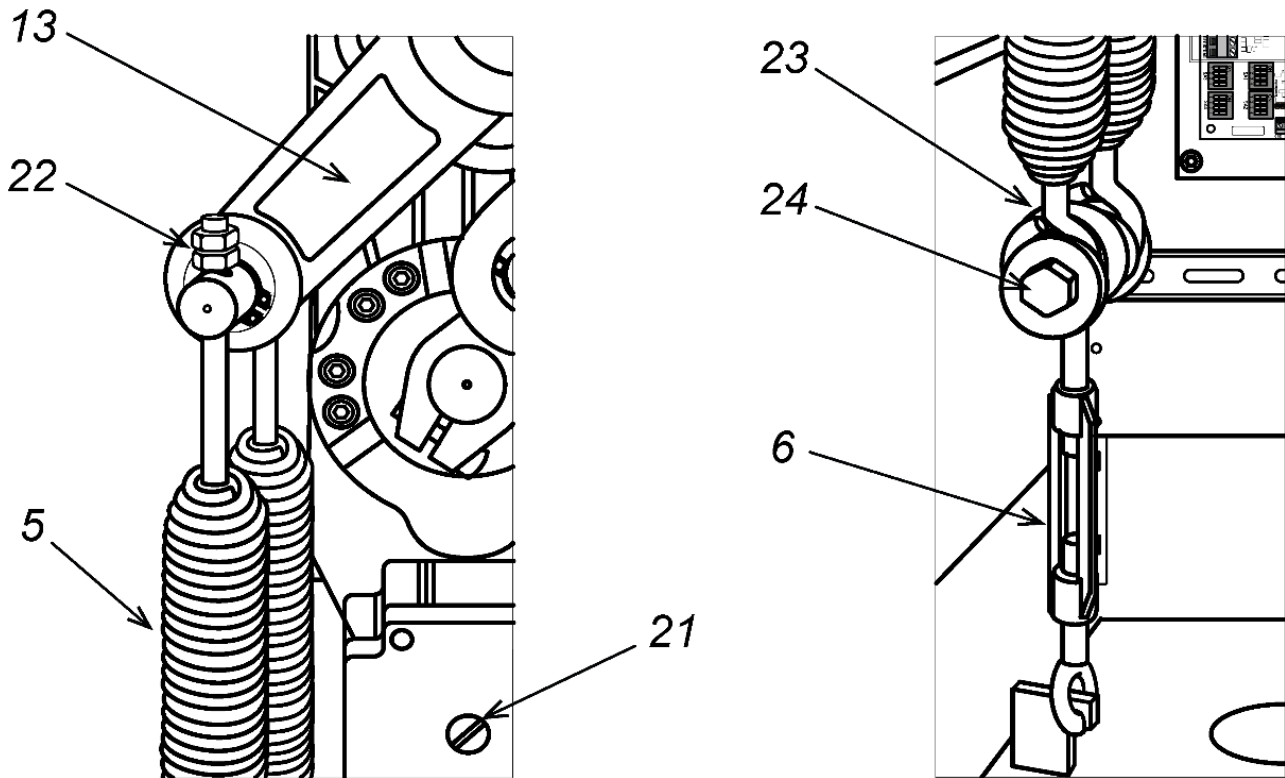

Рисунок 13. Установка балансировочных пружин
1. Снимите дверцу (2), открыв замок ключом.
2. На приводе стрелы переведите рычаг (13) в нижнее положение (см. рис. 13). Для этого шлицевой отвёрткой вращайте винт (ручку) разблокировки привода (21) против часовой стрелки, пока стрела не разблокируется из крайнего положения, затем вручную поднимите ее вертикально до упора. Для окончательной блокировки стрелы в крайнем верхнем положении вращайте винт (ручку) разблокировки привода (21) против часовой стрелки до упора.
5. Также регулировать натяжение пружин можно при помощи гаек (22) на верхних шпильках пружин (см. рис. 13), при этом над гайками у обеих пружин должно быть примерно одинаковое количество витков резьбы, но не менее 3-5 витков.